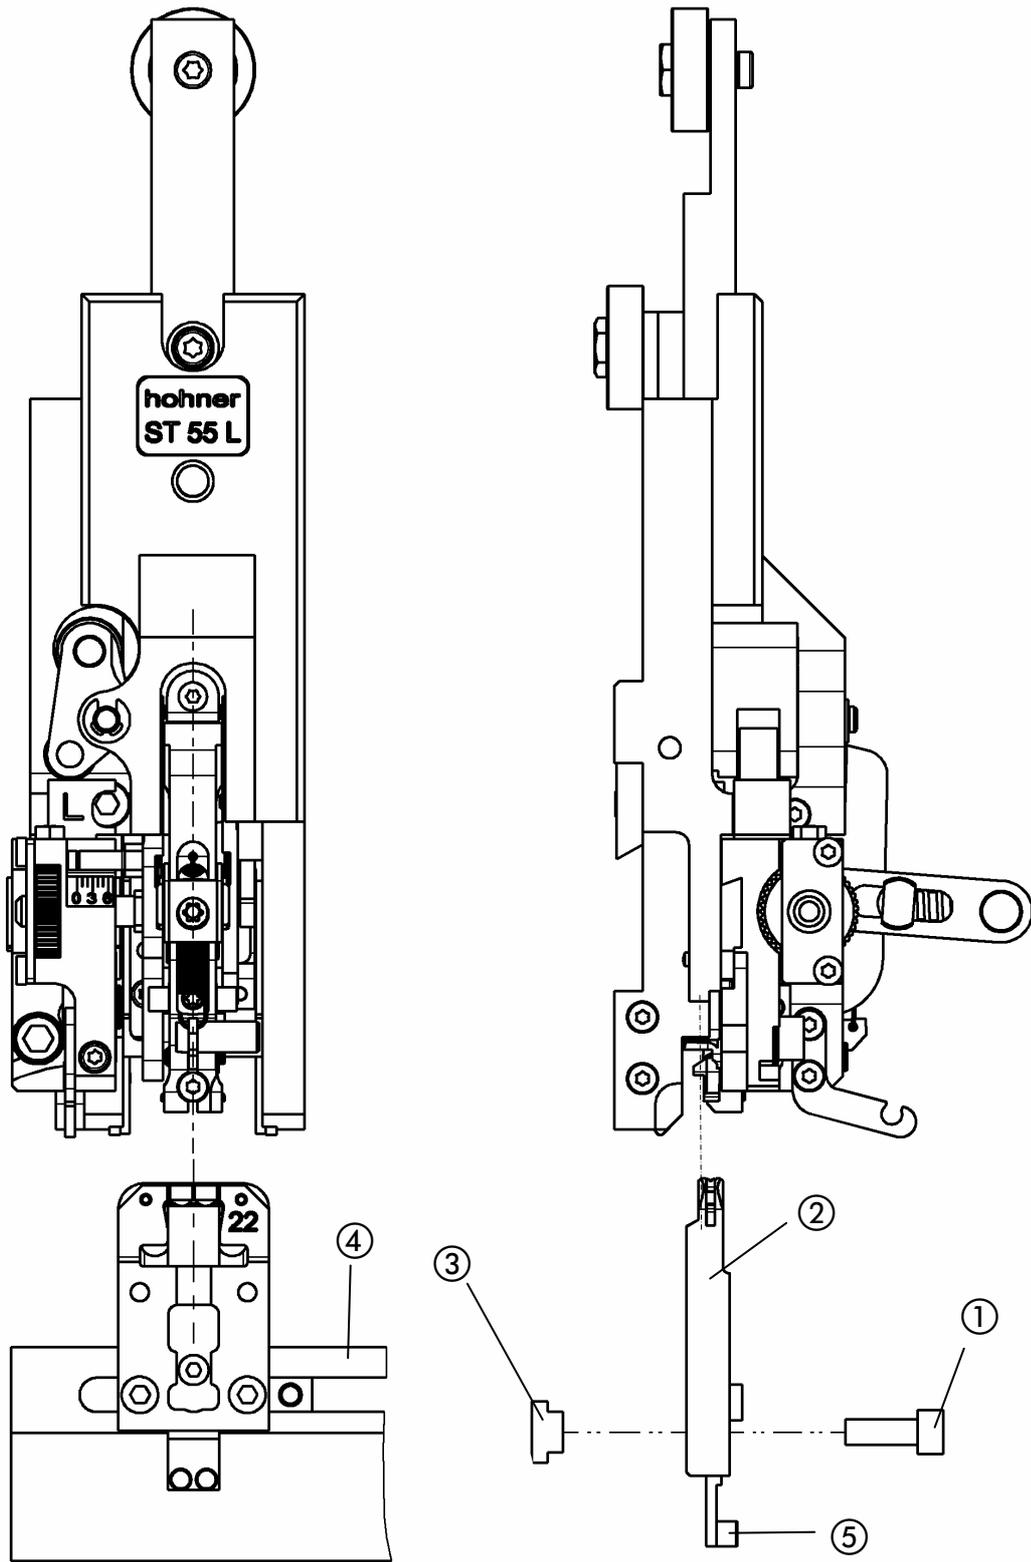

Abb. 5
- Abb. 5 -
- Zuerst Befestigungsschraube ①, Klinscherkasten ② und Nutenstein ③ voneinander trennen.
- Nutenstein ③ von hinten in die Traverse ④ schieben.
- Klinscherkasten ② von vorne auf die Traverse ④ setzen und darauf achten, dass die Stößelnase ⑤ im entsprechenden Hubbalken liegt.
- Mit den Befestigungsschrauben ① den Klinscherkasten ② mit dem Nutenstein ③ in der Traverse ④ fixieren.